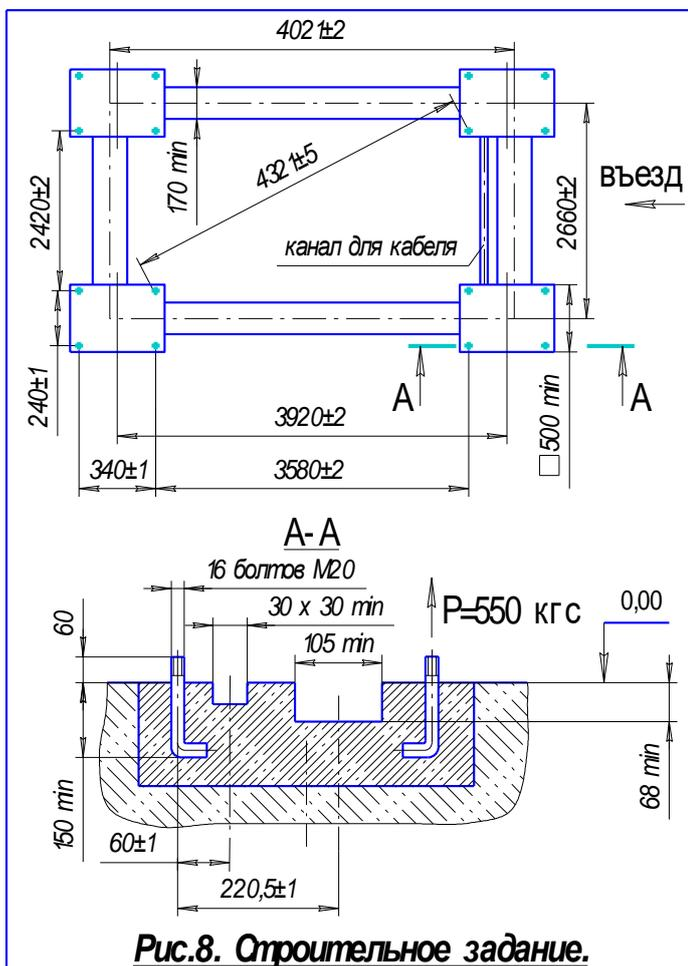

Рис.8. Строительное задание.
9.3. Подготовить приемки под лотки и под анкерные болты, согласно *рис.8*.
Рис.8а. Разрез стойки.
9.13. Раскрепить стойки и надеть цепь на звездочки стоек, не допуская их поворота. Вновь установить траверсы. Выверить положение стоек по диагоналям (рис.8) и зазорам с траверсами (рис.8а), при этом траверсы должны перемещаться по всей высоте стоек без заеданий; ролики 21 должны вращаться от руки.